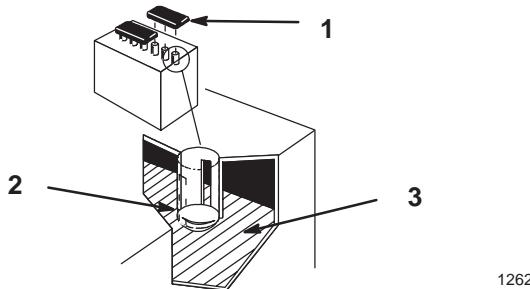

Figure 28
2. Enlevez les bouchons de remplissage. Si le niveau d'électrolyte n'atteint pas la partie inférieure du tube (Fig. 28), ajoutez la quantité d'eau distillée requise, comme expliqué à la rubrique Ajout d'eau dans la batterie, page 28.
2. Enlevez les bouchons de remplissage (Fig. 28).
3. Versez lentement de l'eau distillée dans chaque élément pour amener le niveau à la partie inférieure du tube (Fig. 28).